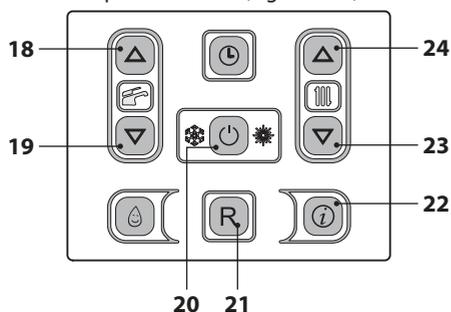
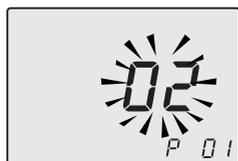

Figura 5.36
Figura 5.37
- Entre en la "modalidad de programación" pulsando simultáneamente durante 10 segundos los botones 20 - 23 - 24 (Figura 5.36) hasta que aparezcan en el display LCD las letras **P01** y el valor del parámetro, indicando que se ha entrado en el "parámetro 01" (Figura 5.37).
- Pulsando el botón 20 (Figura 5.36) se confirma el valor introducido.
De todas formas, si la temperatura ambiente no resultase confortable, se puede aumentar o reducir la temperatura de impulsión de la instalación de calefacción en $\pm 15^{\circ}\text{C}$ usando los botones 23 (reducción) y 24 (aumento) (Figura 5.36).